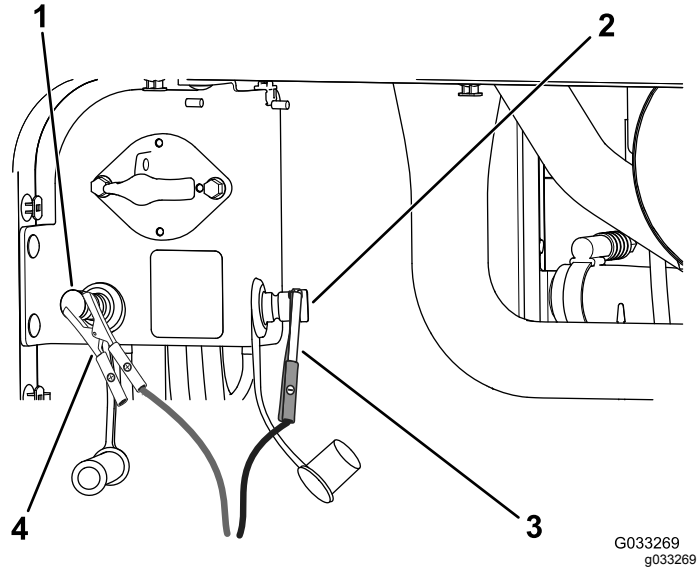

図 109
4. プラスのジャンプ端子にプラスケーブルを接続する 図 109。
5. マイナスのジャンプ端子にマイナス-ケーブルを接続する 図 109。
7. エンジンが始動したら、もう一人が、まずマイナス(-)の救援ケーブルを外し、次にプラス(+)の救援ケーブルを外す (図 109)。